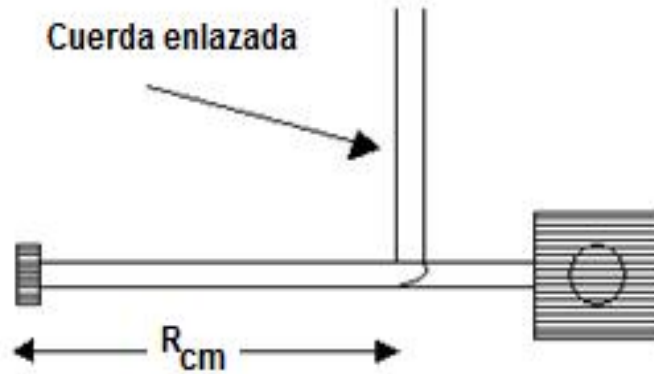

Figura 3. Montaje para encontrar el centro de masa.
5. Encuentre el centro de masa del péndulo con la bola dentro. Para ello utilice la cuerda haga un lazo con la cuerda, y cuelgue el péndulo del lazo hasta que se equilibre horizontalmente. Marque este punto sobre el péndulo. Este es el centro de masa. (**Ver figura 3**). Usted puede encontrar el centro de masas equilibrando el péndulo en el borde de una regla u objeto similar (Para ello, sitúe el péndulo sobre la mesa, perpendicularmente al borde. Vaya acercando el péndulo al borde hasta que se mantenga en equilibrio. Marque con una línea la posición de equilibrio y mida la distancia desde el eje de giro del péndulo). Anote los datos en la **tabla 1**.